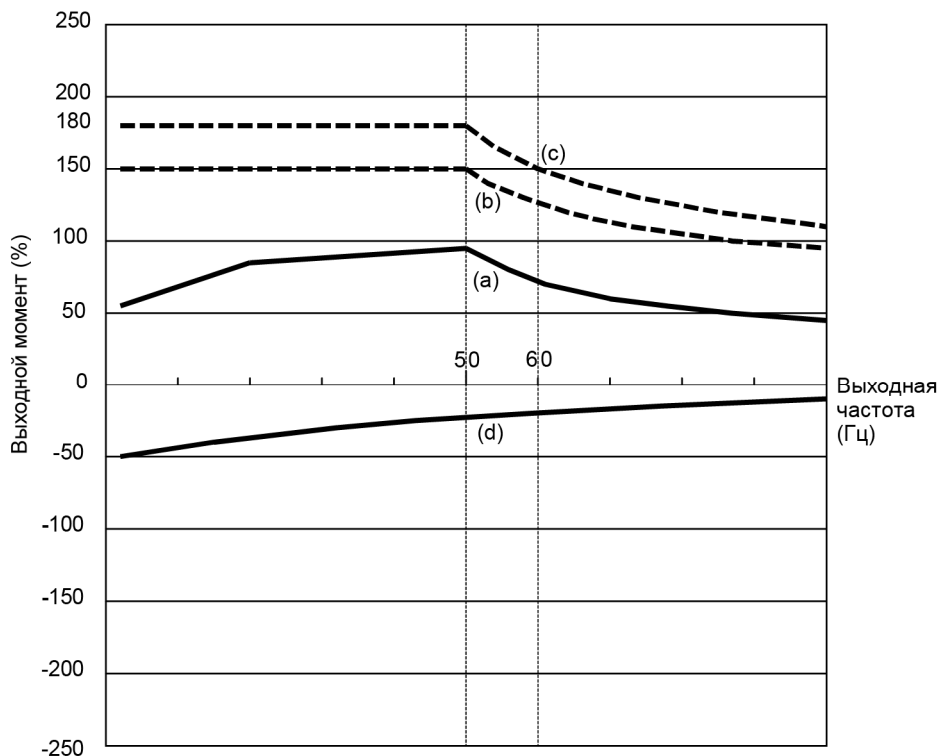

Рисунок 3.1 Характеристики выходного момента (Основная частота: 50 Гц)
(1) Допустимый непрерывный момент вращения (Кривая (a) на Рис. 3.1 и 3.2)
(2) Максимальный кратковременный момент вращения (Кривые (b) и (c) на Рис. 3.1 и 3.2)
(3) Пусковой момент (в области нулевой выходной частоты 0 Гц на Рис. 3.1 и 3.2)
(4) Тормозной момент (Кривая (d) на Рис. 3.1 и 3.2)